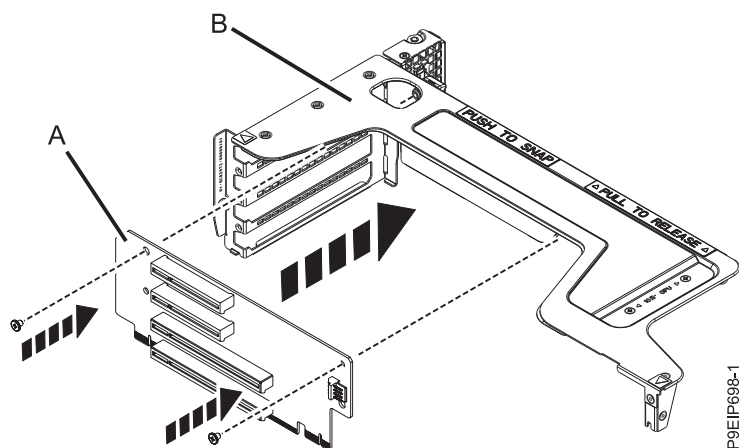

Figura 58. Substituindo a placa riser das posições 3, 5 e 6
5. Se a placa riser para as posições 3, 5 ou 6 precisar de substituição, substitua-a no suporte do riser. Substitua os dois parafusos que prendem a placa riser ao suporte do riser conforme mostrado na Figura 58 na página 49.